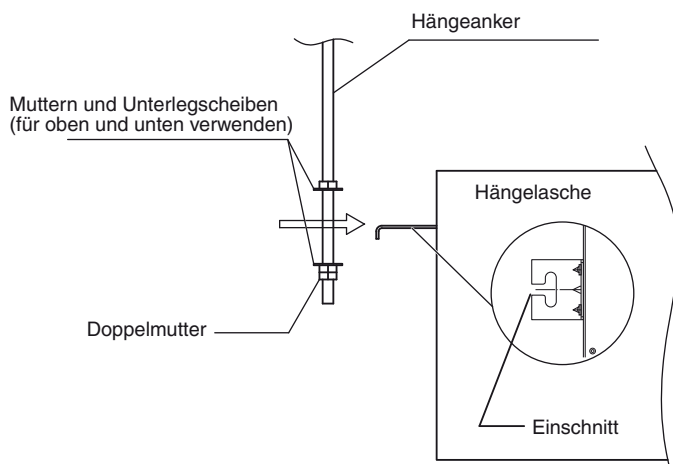

Abb. 3-5
- (3) Die drei Sechskantmutter und die beiden Unterlegscheiben (im Fachhandel erhältlich) auf jeden der vier Hängeanker schrauben. (Abb. 3-5 und 3-6) Je eine Mutter und eine Unterlegscheibe für die obere Seite, und zwei Muttern und eine Unterlegscheibe für die untere Seite verwenden, damit die Einheit nicht von den Hängevorsprüngen abrutschen kann.